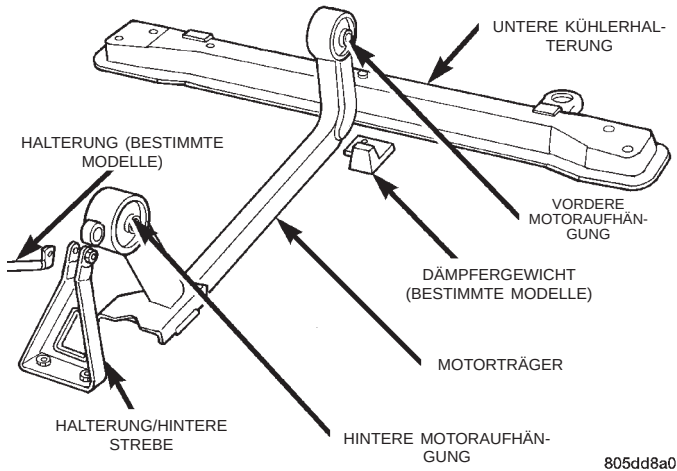

Abb. 17 Motorträger
- (1) Fahrzeug anheben.
- (2) Durchsteckschraube aus der hinteren Aufhängung ausbauen und Schrauben herausdrehen, mit denen die Halterung am Querträger befestigt ist.
- (3) Obere Befestigungsschraube aus der Halterung der hinteren Trägerstrebe herausdrehen (Abb. 17).
- (4) Vordere Schrauben herausdrehen, mit denen der Träger an der unteren Kühlerhalterung befestigt ist.
- (5) Kühlereinheit abstützen.
- (6) Untere Schrauben der Kühlerhalterung herausdrehen und Halterung ausbauen.
- (7) Durchsteckschrauben der vorderen Aufhängung entfernen und Motorträger ausbauen.